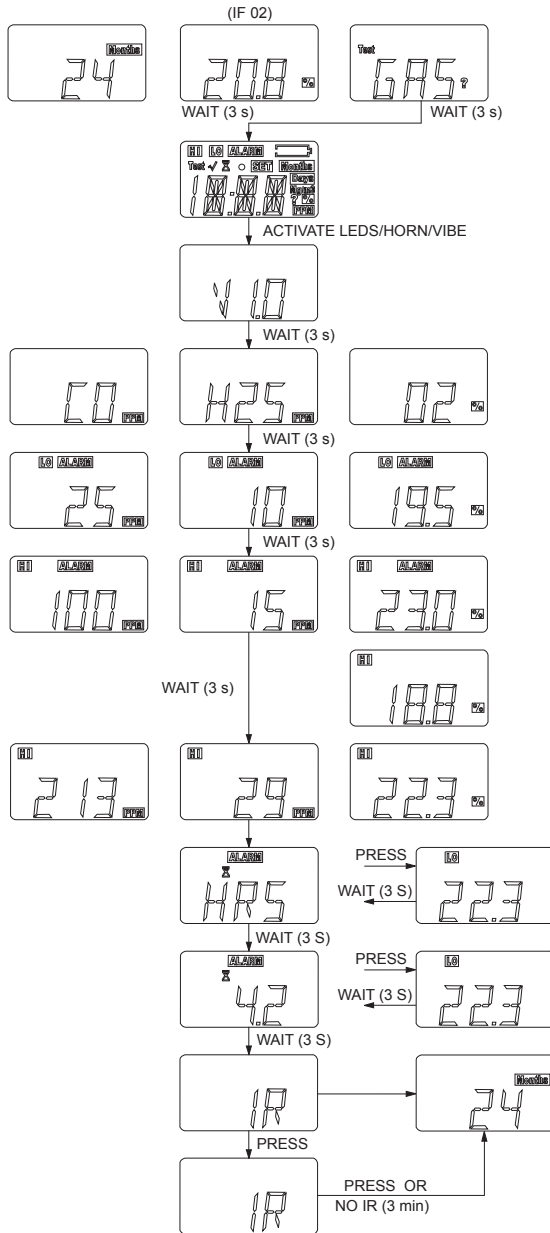

Fig. 5 Appeler les informations sur l'instrument.
(1) Appuyez sur la touche [TEST], les données de l'instrument enregistrées peuvent être lues (→ Fig. 5).